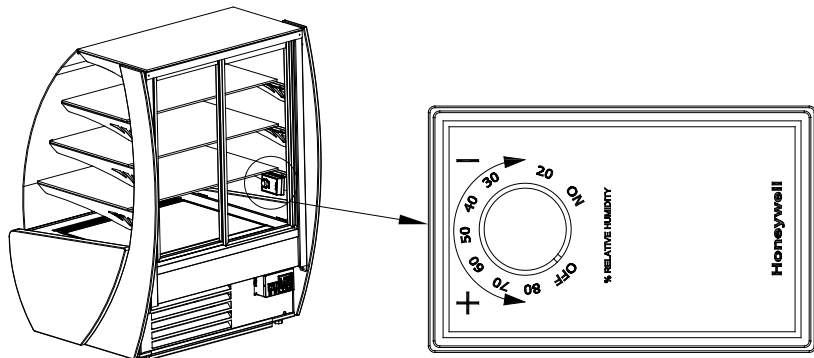

Рис. 10. Гигростат
- В витринах, оснащенных гигростатом (не касается терм. Carel) можно установить требуемую влажность внутри устройства при помощи поворотной ручки Рис.10 (стр.51). В диапазоне температур от 10°C до 15°C существует возможность контролирования влажности воздуха в диапазоне от 30 до 80%.
Гигростат предназначен для контролирования влажности, когда температура внутри витрины будет находиться в диапазоне от 10°C до 15°C. При помощи воротка гигростата устанавливаем требуемую влажность воздуха в витрине в диапазоне от 30 до 80%, осуществляя поворот воротка Рис. 10 (стр. 51) и устанавливая его в соответствующее положение. Вращение поворотной ручки по направлению движения часовой стрелки вызывает понижение установленной влажности, а в обратном направлении вызывает ее повышение. Вращение поворотной ручки влево до конечного положения вызывает выключение работы гигростат, несмотря на включенное питание.